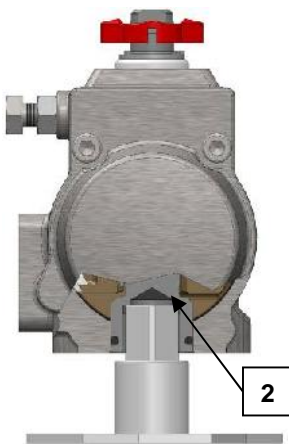
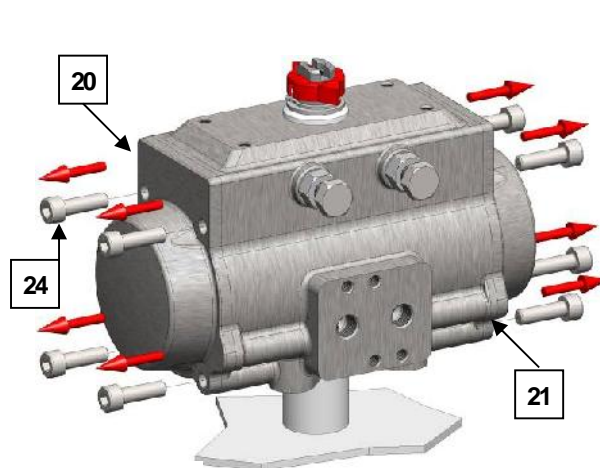

Fig.1
Fig.2
4. Posizionare l'attuatore su di una attrezzatura idonea con maschio di pari quadro all'attacco femmina del pignone (2) vedi Fig. 1, in modo tale da eseguire più facilmente le operazioni di seguito elencate;
5. Prima di iniziare lo smontaggio **verificare** attraverso l'etichetta sul corpo se l'attuatore è a doppio (DA) o a semplice effetto (SR);
6. - Per **ATTUATORE DOPPIO EFFETTO** : Svitare in ordine incrociato le viti (24) di fissaggio dei tappi (20-21) vedi Fig. 2 ;
- Per **ATTUATORE SEMPLICE EFFETTO** : Svitare **GRADUALMENTE** in ordine incrociato le viti (24) di fissaggio dei tappi (20-21) vedi Fig. 2 ;